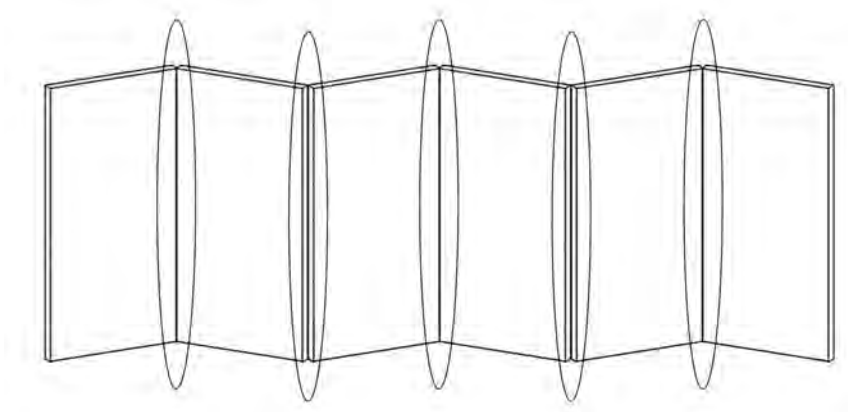

図30-1 一隻 蝶番を表裏5組作る
② 1隻
上記①の要領で蝶番を表裏5組（蝶番、表裏計10回）作れば一隻できる（図30-1、2）。